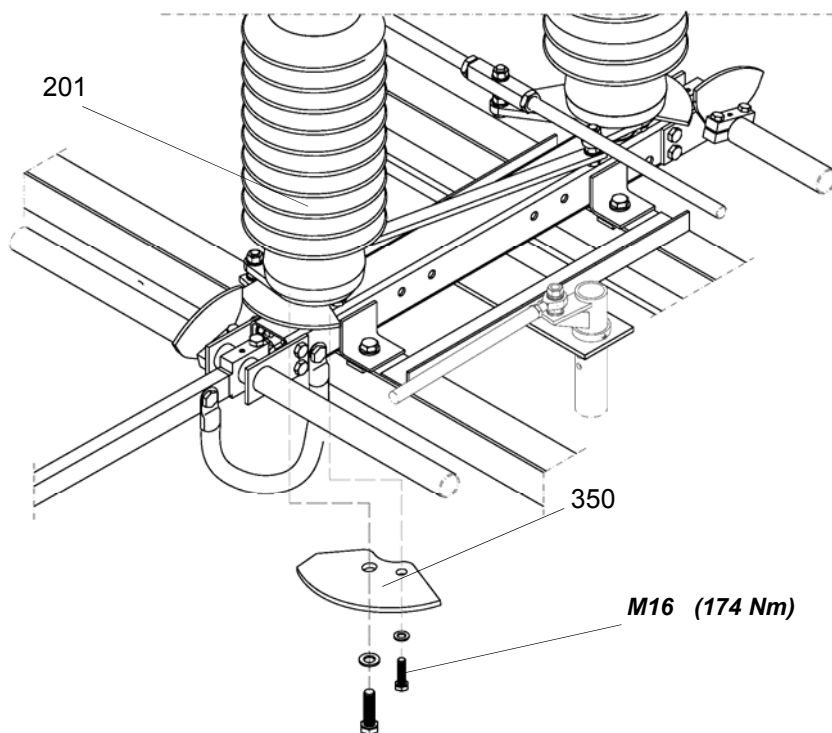
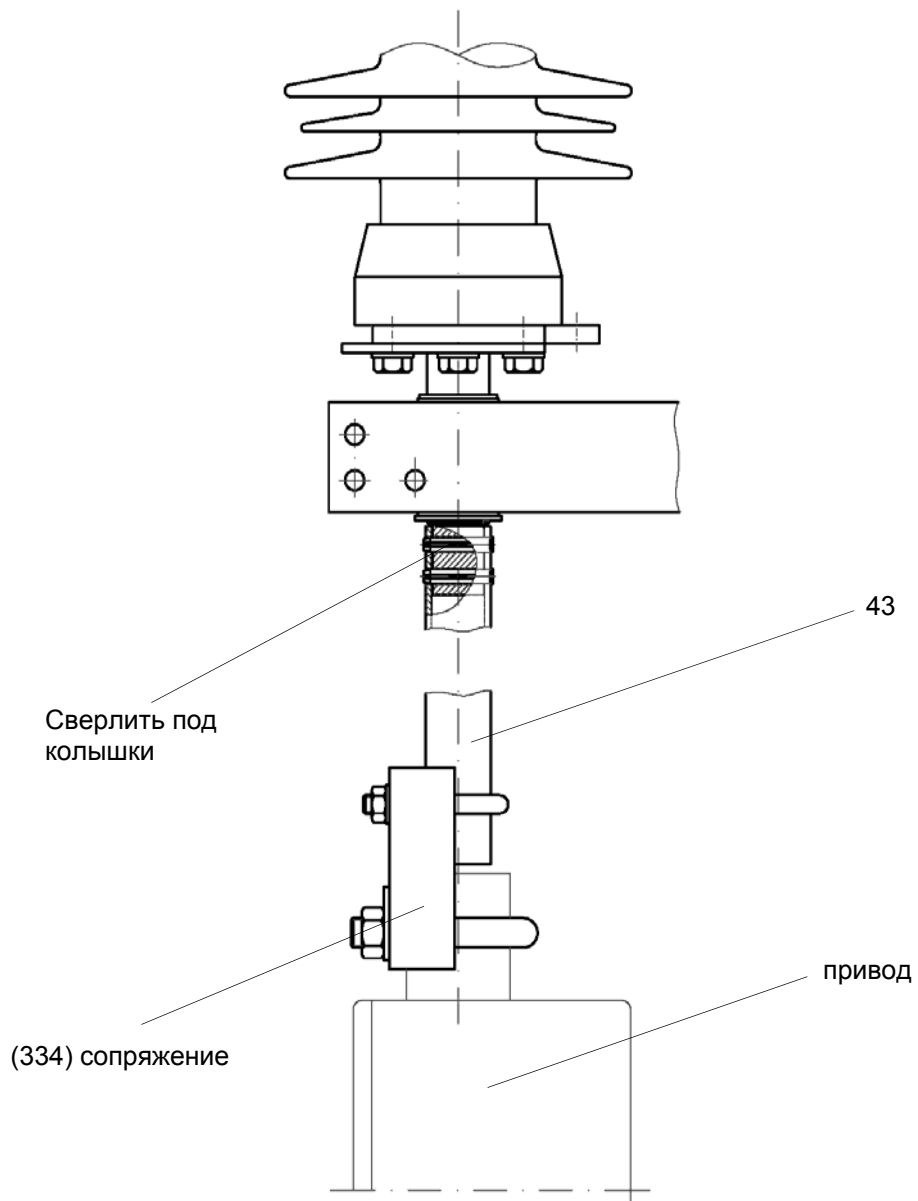

Рисунок 4 Плита блокировки
Рисунок 5 Установка привода разъединителя
Полюс разъединителя может быть либо полностью собран перед установкой на опорной конструкции, либо после установки одной рамы на опорной конструкции. [Рис. 4]. В случае установки собранного разъединителя следует поднять и поставить собранный разъединитель на опорную конструкцию, после чего отрегулировать его положение и закрепить. [Рис. 5]
6. Подключить привод разъединителя (приводы поставляются в закрытом положении) [Рис. 5]
12. Повернуть плиту блокировки (349) на вале заземлителя в положение согласно рисунку [Рис. 4] выдерживая промежутки между совместно работающими плитами (349) и (350) 3÷5 мм